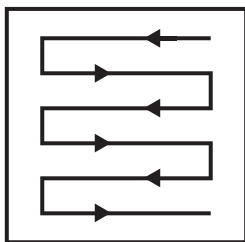

Fig. 17
5. Tondre en suivant des rangées qui se chevauchent légèrement. Le modèle le plus efficace pour tondre les pelouses est la ligne droite parallèle à l'une des bordures. Cela permet de tondre la pelouse en rangées régulières et de garantir qu'aucun endroit de la pelouse n'est oublié (Fig. 17).